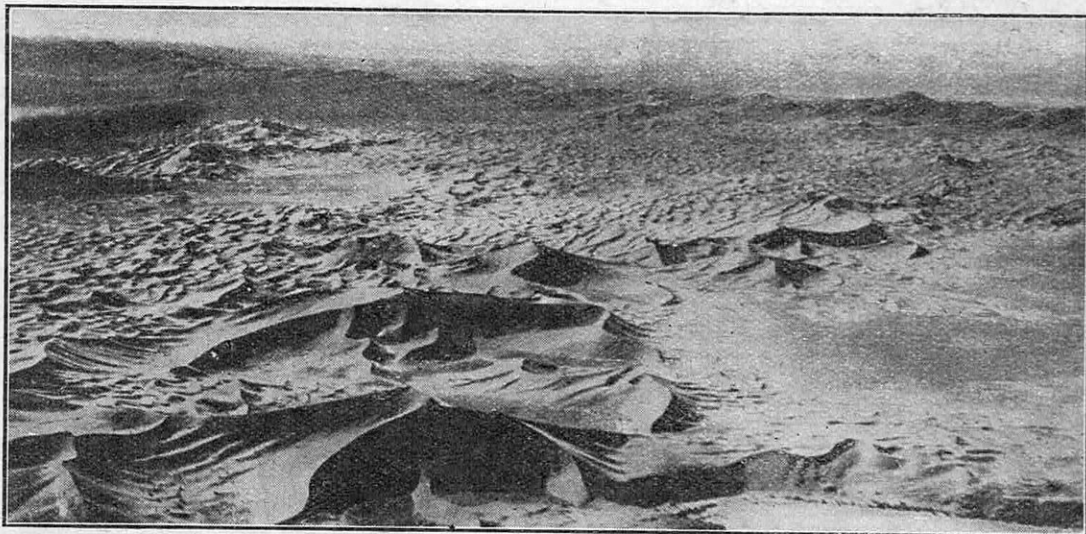

FIG. 3. — LA « MER DE SABLE » ET L' « HYDRODYNAMIQUE » ÉOLIENNE
La formation des deltas soulève des problèmes d'hydraulique et d'hydrodynamique dont nous avons fourni un aperçu au cours de l'exposé, que nous avons fait ici, des travaux de M. Camichel touchant les barrages fluviaux (1). L'hydrodynamique aérienne intervient à son tour dans l'érosion sablonneuse des déserts. Voici (fig. 3) une vue caractéristique de ce phénomène, prise dans le Sud algérien. Au dernier plan de la figure, on aperçoit une crête de dunes qui est *parallèle au vent dominant*, et non transversale comme on pourrait s'y attendre par une fausse analogie de la « mer de sable » et de l'océan aux vagues *poussées* par le vent. Au premier plan, formant un croissant étrange, coupé
(1) Voir *La Science et la Vie*, n° 239, page 341.